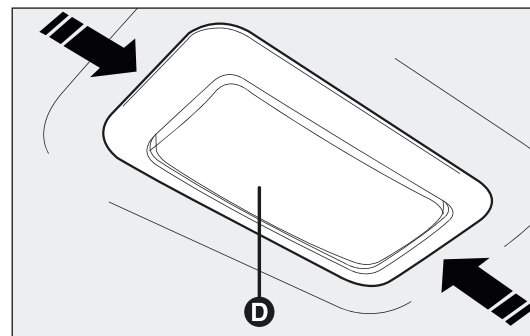
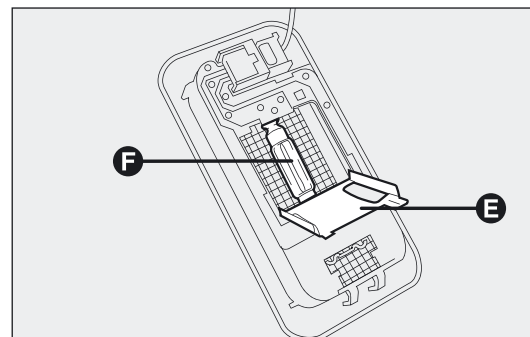

fig. 182
fig. 183
- ☐ verwijder het plafondlampje D-fig. 182 op de door de pijlen aangegeven punten;
- ☐ open het beschermdeksel E-fig. 183;
- ☐ maak de lamp F-fig. 183 los uit de veercontacten aan de zijkant en vervang hem; controleer of de nieuwe lamp goed vastzit in de veercontacten;
- ☐ sluit het beschermdeksel E-fig. 183 en plaats het plafondlampje D-fig. 182 in de zitting; controleer of het goed geborgd is.